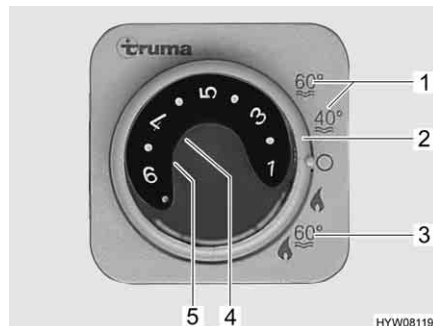

Bild 140 Kontrollenhet för värme/varmvattenberedare
Varmvattenberedaren är integrerad i värmesystemet och drivs med gas (gasdrift) resp. med gas och/eller ström (gas- och 230 V-eldrift). Varmvattenberedaren sätts igång på kontrollenheten (Bild 140) med vridströmställaren (Bild 140,2). Med energiväljaren (Bild 142) väljer man energikälla (gas- och 230 V-eldrift).
Vid vinterdrift "uppvärmning och varmvattenberedare" (Bild 140,3) värms även vattnet i varmvattenberedaren automatiskt när värmesystemet sätts på. Om värmen stängs av för att den önskade rumstemperaturen är uppnådd fortsätter uppvärmningen i varmvattenberedaren tills vattentemperaturen uppnåtts.
Vid sommar drift (Bild 140,1) värms vattnet i varmvattenberedaren endast till 40 °C eller 60 °C . Vattnet värms upp till 60 °C på ca 25 minuter. Den gula kontroll lampan (Bild 140,5) lyser under varmvattenberedarens uppvärmningsfas. Spänningsförsörjningen till apparaten kan inte avbrytas med 12 V-huvudbrytaren. Vid störning lyser den röda kontroll lampan (Bild 140,4) på kontroll enheten (se kapitel 14).
- Ställ vridströmställaren (Bild 140,2) på kontroll enheten (Bild 140) på "sommar drift" (Bild 140,1).
Den gula kontroll lampan (Bild 140,5) lyser under uppvärmningsfasen. När den inställda vattentemperaturen är uppnådd är uppvärmningsfasen avslutad och den gula kontroll lampan slocknar.
- Ställ vridströmställaren (Bild 140,2) på kontrollenheten (Bild 140) på "O".
Kombinationen av gasdrift och 230 V-eldrift ger kortare varmvattenberedarens uppvärmningstid (endast möjligt när varmvattenberedaren ställs in på vinterdrift på kontrollenheten (Bild 140)).